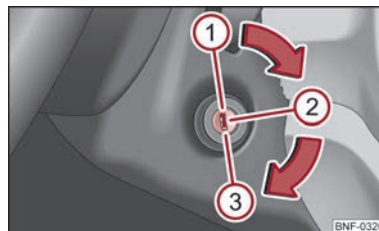

Fig. 58 Bilnøglens positioner i tændingslåsen
Du standser motoren ved at dreje tændingsnøglen til stilling ① ⇒ Fig. 58.